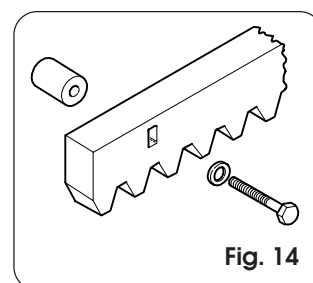

Fig. 14
4.8.2. Crémaillère en acier à visser (Fig. 14)